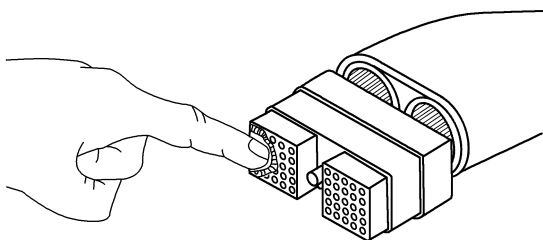

图 5-167 在整个插头连接处涂润滑剂
⑤ 在整个插头连接处涂上润滑剂, 以使润滑剂进入每个触针插孔中, 并润滑接触部位, 如图 5-167 所示。
⑥ 将执行器、传感器和 OEM 线束插头连接到 ECM 端口, 安装插头螺栓, 拧紧力矩为 $2.8\text{N} \cdot \text{m}$ 。当更换 ECM 时, 必须标定新的 ECM。